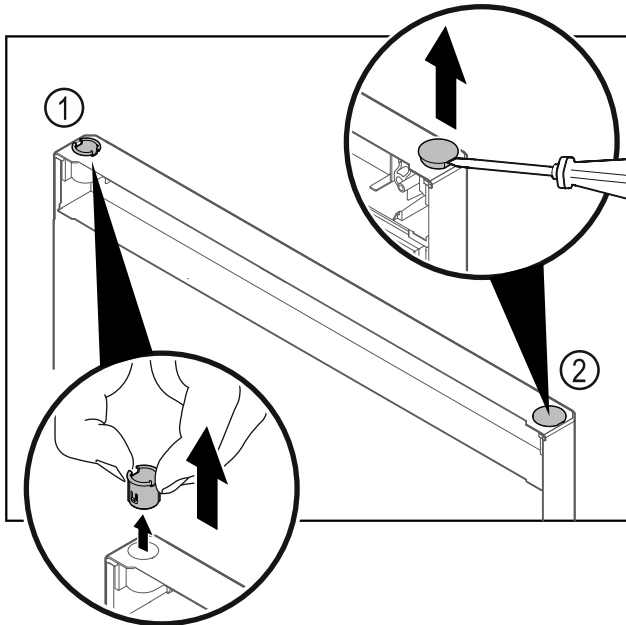

Fig. 17 Дверь холодильного отделения
- ▶ Пальцами вытяните шарнирную втулку Fig. 17 (1).
- ▶ Шлицевой отверткой осторожно подцепите и извлеките заглушку Fig. 17 (2).